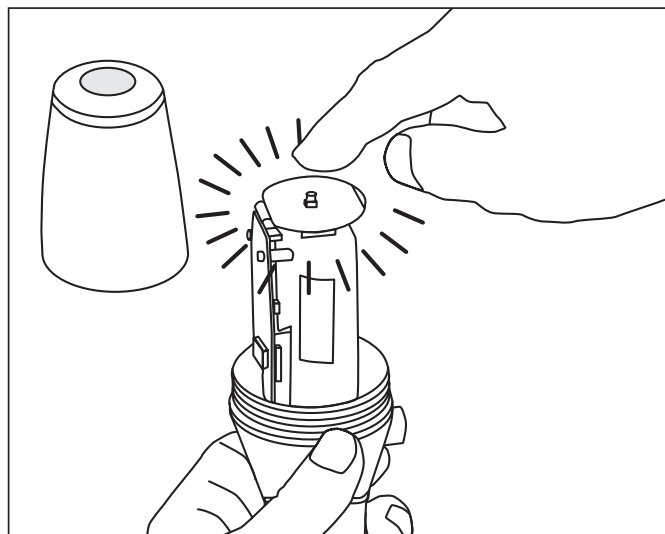

Abbildung 6
2. Den Rücksetzknopf oben auf dem Sensor drücken und 15 Sekunden lang halten (siehe Abbildung 6). Die LED wird rot und grün blinken.